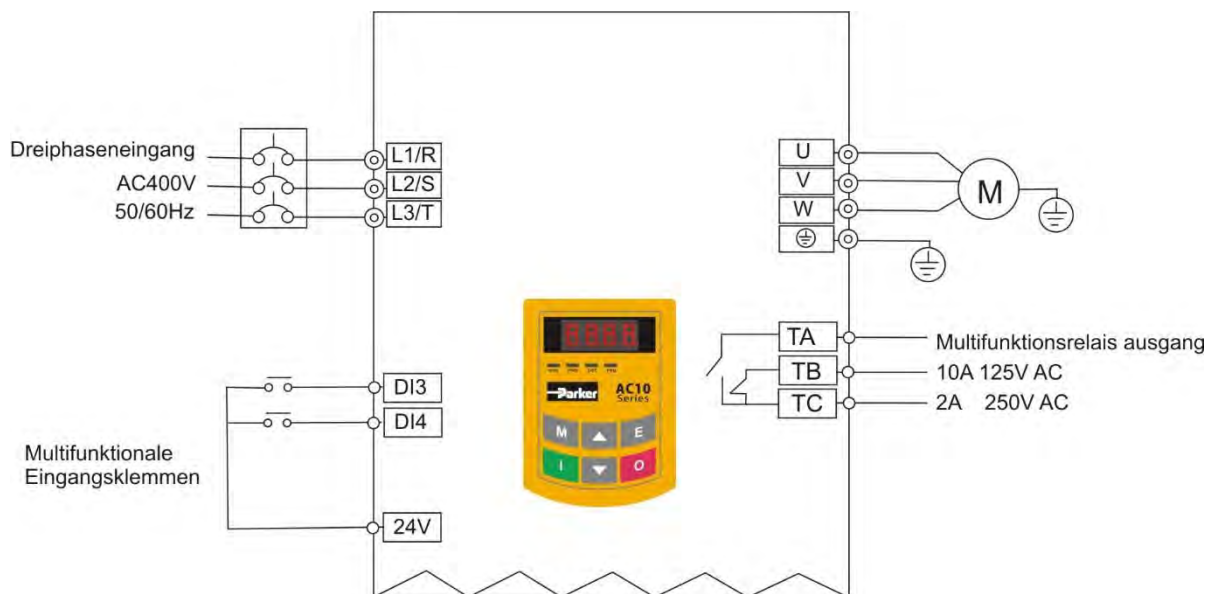

Abbildung 8-2 Schaltplan 2
- i. Verbinden Sie die Kabel gemäß **Abbildung 8-2**. Nachdem die Verkabelung erfolgreich überprüft wurde, schalten Sie den Belüftungsschalter und den Wechselrichter ein.